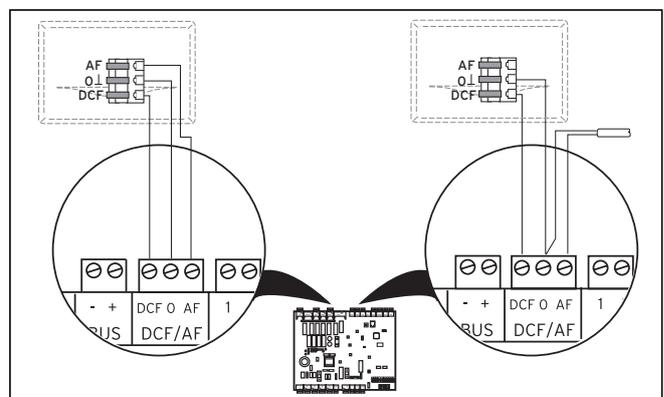

Abb. 6.13 VRC DCF-Empfänger anschließen
- Verdrahten Sie den DCF-Empfänger entsprechend Abb. 6.13: